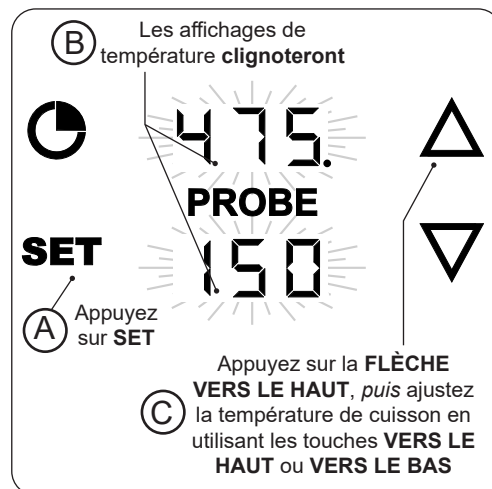

Fig. 35-3 Réglez température cuisson
1. Avec le thermomètre/thermostat **allumé**, appuyez une fois sur le bouton **SET**. Les affichages de la température de cuisson et de la sonde clignoteront. (Pendant le clignotement, n'importe quelle zone peut être sélectionnée pour entrer dans ses réglages.) Voir Fig. 35-3, A et B.
2. Appuyez sur la **FLÈCHE VERS LE HAUT** pour sélectionner les paramètres de la température de cuisson, puis utilisez les flèches vers le haut ou vers le bas pour régler la température souhaitée. (Fig. 35-3, C).